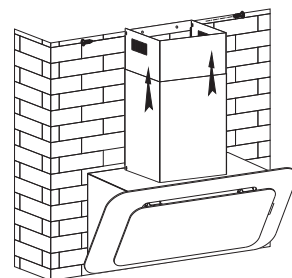

Abbildung 9
– Befestigen Sie die Schornsteine auf das Verdeck. Heben Sie den oberen Schornstein bis an die Decke, und befestigen Sie sie an der Halterung mit den Schrauben. Siehe Abbildung 9.